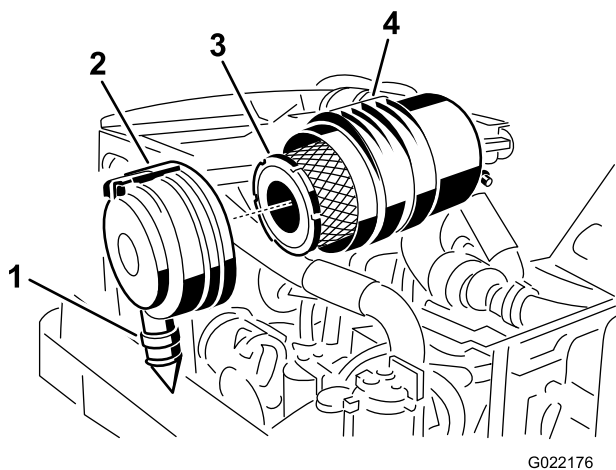

Figura 117
- Retire o filtro primário (Figura 117).